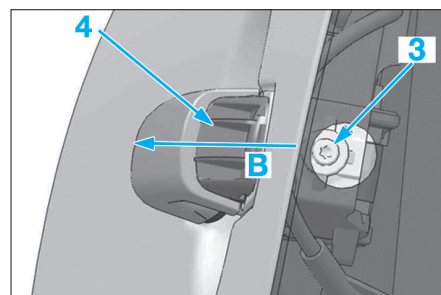

Fig. 71
- Oter la vis (3) (Fig.71), puis tirer la poignée (4) en (B).